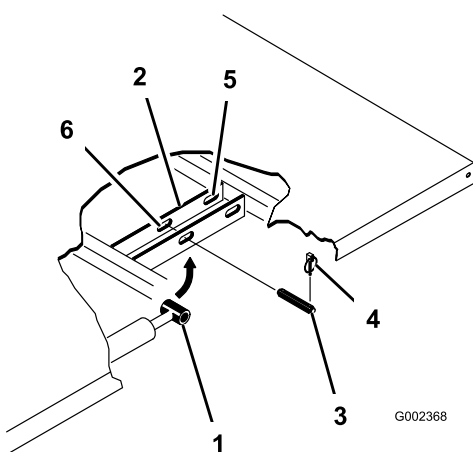

Figura 34
2. Retire os pinos de sujeição das extremidades exteriores dos pinos de forquilha da haste do cilindro (Figura 34).